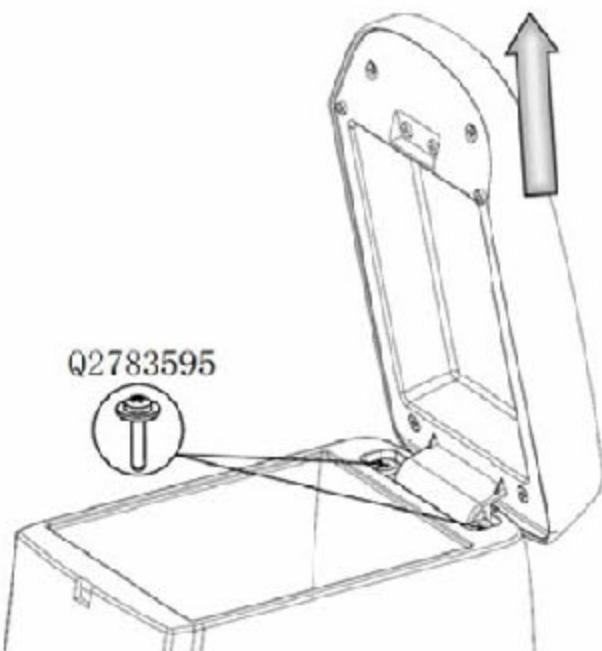

图 6-3-4 副仪表板扶手组件的拆卸
1). 开启扶手组件至直立状态，用十字螺丝刀依次松开固定扶手组件的两个螺钉(Q2213516A 十字槽盘头自攻螺钉和大垫圈组合件)，将扶手组件整体取下。如图 6-3-4 所示：